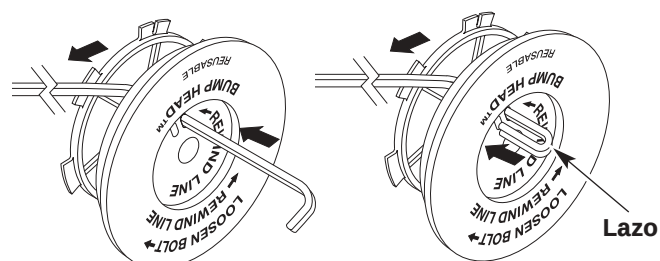

Fig. 33
8. Tome aproximadamente 6,1 m (20 pies) de nueva línea de corte. Inserte un extremo de la línea a través de uno de los orificios del carrete interior (Fig. 33). Pase la línea a través del carrete interior hasta que queden sólo 4 pulgadas fuera.
9. Inserte el extremo de la línea en el orificio abierto del carrete interior y tire de la línea en forma ajustada a fin de que el lazo sea lo más pequeño posible (Fig. 33).